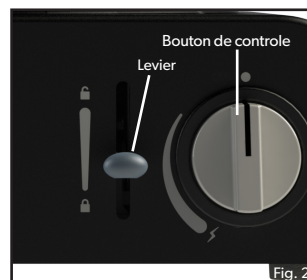

Fig. 2
- Vérifiez que le bouton de commande est en position « off » et que le levier est en position « déverrouiller » (voir Fig. 2).
- Verrouillez la cartouche en place en déplaçant le levier en position « lock gas » (voir Fig. 2).
- Déverrouillez la cartouche en déplaçant le levier en position « déverrouillé » (voir Fig. 2)